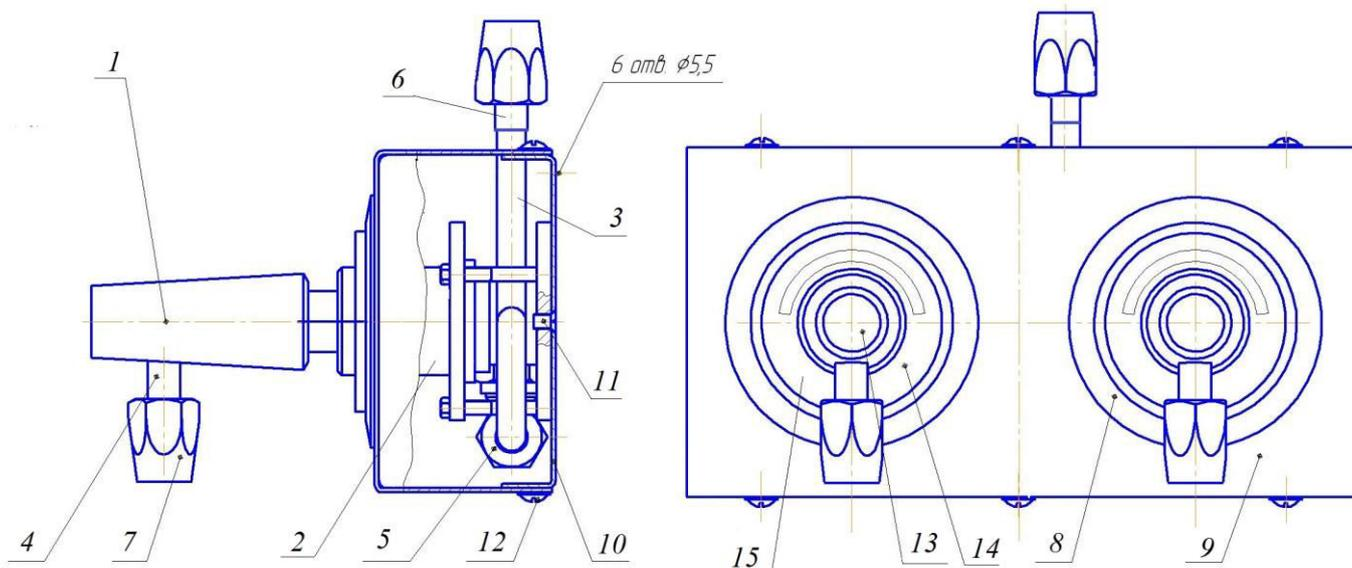

Рис.1 СКБ-1 ДЖЕТ 376 10 00 00
4.1 СКБ-1 в сборе (см. рис.1) состоит из двух штекеров газовых 1, двух клапанов газовых 2, коробки монтажной, состоящей из крышки 7 и основания 8, подводящей трубки 9 и тройника развода газа 10.
4.7 Для выключения СКБ-1 необходимо нажать до упора планку запорную 15 (см. рис.1) и вынуть штекер газовый 1 из клапана газового 2.
5.1 Для установки СКБ-1 см. рис.1 необходимо: